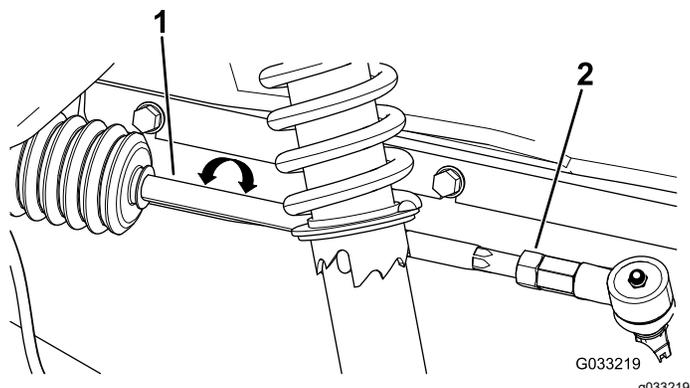

図 44
3. 前後の測定値の差が所定範囲0-6 mmにならない場合は、タイロッドの外側端部にあるジャムナットをゆるめて調整を行う(図 44)。